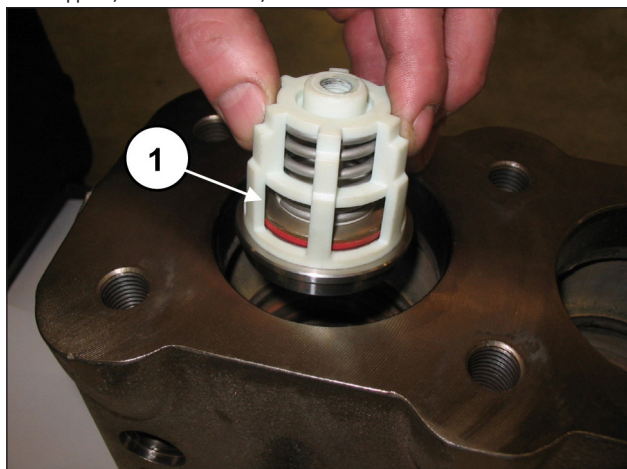
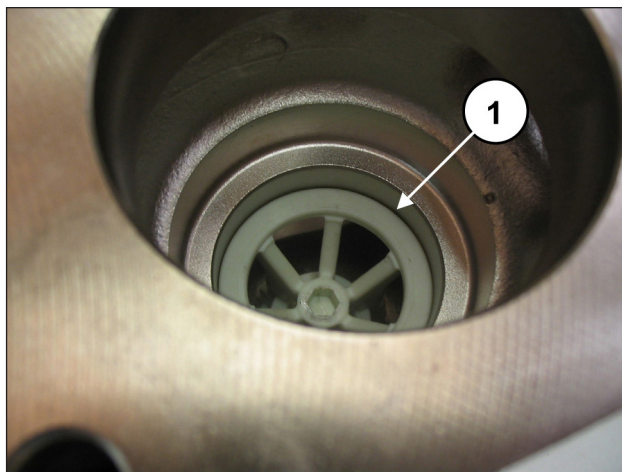

Рис. 104
Рис. 105
Убедитесь, что уплотнительное кольцо круглого сечения и упорное кольцо правильно сели на свои места. Вставьте всасывающий клапанный узел (поз. ①, Рис. 104), а затем распорный элемент (поз. ①, Рис. 105). Клапанный узел в сборе должен быть вставлен до упора и выглядеть, как на поз. ①, Рис. 105.